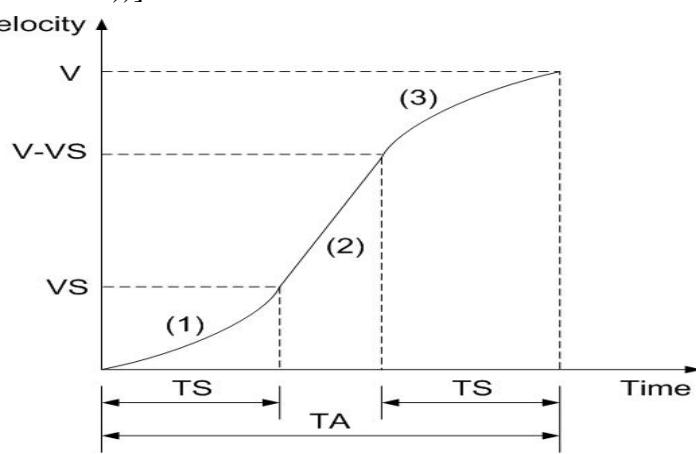

Fig.0-19 局部的 S-曲線加減速
局部的 S-曲線由三個部份組成((1), (2), (3) in Fig. 0-19): 一個直線和兩個 S-曲線，曲線(1) 和(3)部份是 S-曲線加速，(2)是直線加速部份，整個運動的時間定義為 TA，而直線加速的時間是 $TA - (2 \times TS)$ 。